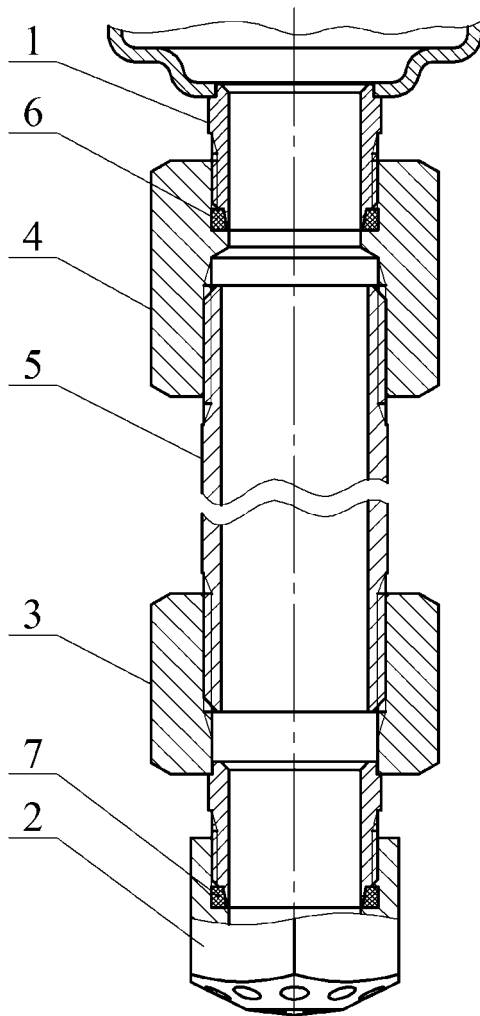

Рисунок 3
- ж) по заявке Потребителя (см. рисунок 3):
4.1.3 Для вывода насадка-распылителя в свободную зону через подвесной потолок типа Грильято, Армстронг и т.п. или его перемещения в рабочую зону эффективного пожаротушения при монтаже МУПТВ на потолочном перекрытии высотой более 6 м модуль может быть дополнительно укомплектован удлинителем, соединяющим выпускную горловину МУПТВ **1** с насадком-распылителем **2** (см. рисунок 3).
6.7 При монтаже насадка-распылителя через удлинитель (см. рисунок 3) провести следующие работы. Собрать удлинитель согласно рисунку 3. Перед сборкой на наружные резьбы трубы **5** нанести герметик, например, TEKASIL NEUTRAL PROFI, после чего накрутить до упора переходники **3**, **4**. В зарезьбовые участки отверстий насадка-распылителя **2** и переходника **4** установить резиновые кольца **6**, **7**. На наружную резьбу переходника **3** накрутить до упора насадок-распылитель **2**. Соединить удлинитель через резьбовое соединение с выпускной горловиной МУПТВ **1**. При монтаже необходимо обеспечить перпендикулярное направление оси удлинителя относительно горизонтальной плоскости.
При наличии удлинителя (см. рисунок 3) дополнительно: